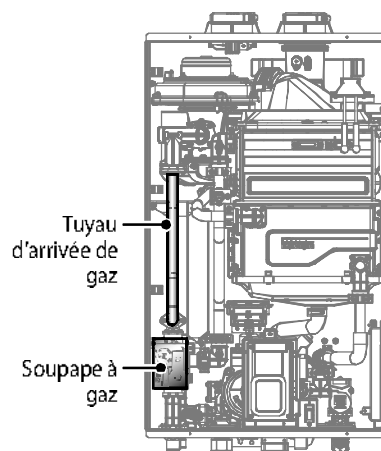

Figure 2. Composants internes des modèles NPE
3. Une fois le couvercle avant retiré, placez-le en lieu sûr pour éviter tout dommage accidentel. Lorsque les composants internes sont exposés, repérez le tuyau d'entrée de gaz et la soupape à gaz se trouvant à proximité du côté gauche de l'unité (indiqués sur la figure 2).